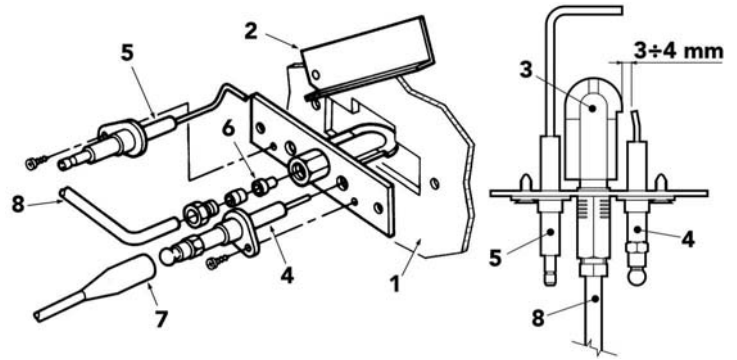

рис. 9 - Пилотная горелка
- Электроды не должны иметь накипи и быть правильно установленными (см. рис. 9).
Проверьте правильность позиционирования электродов и отсутствие на них отложений (см. рис. 9).